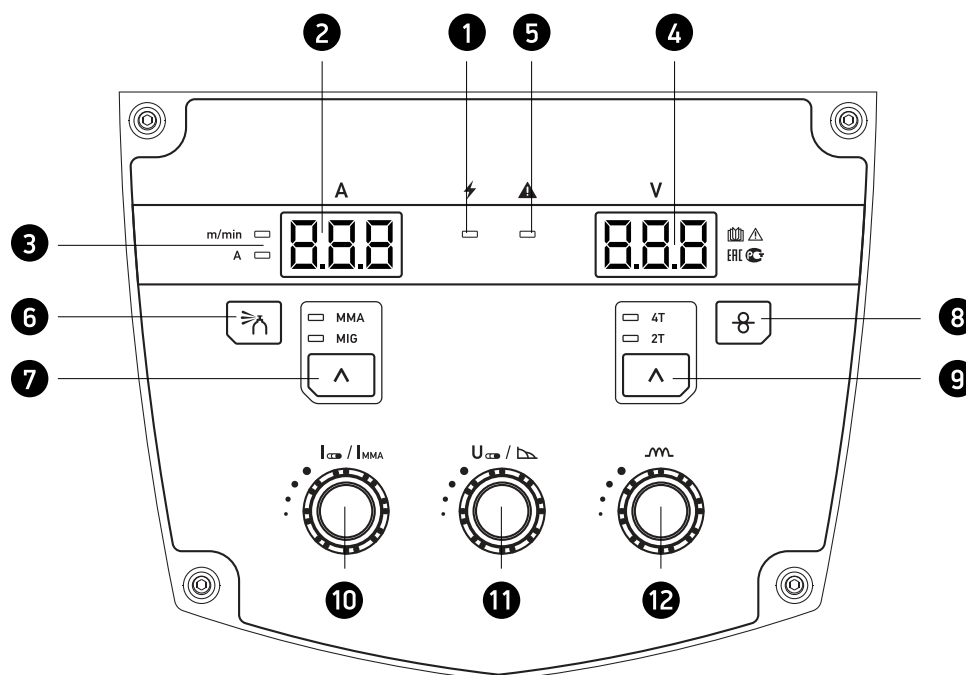

Рис. 4.1.
Функции управления, отображенные на панели (см. рис. 4.1.), сгруппированы согласно сфере их применения. Параметры легко изменяются посредством кнопок и регуляторов.
6.2.1. Для переключения аппарата в режим MIG/MAG нажать на кнопку п.7 (рис. 4.1.).
6.2.2. Нажатием на кнопку п.9 (рис. 4.1.) выбрать режим работы горелки (2-х тактный, 4-х тактный).